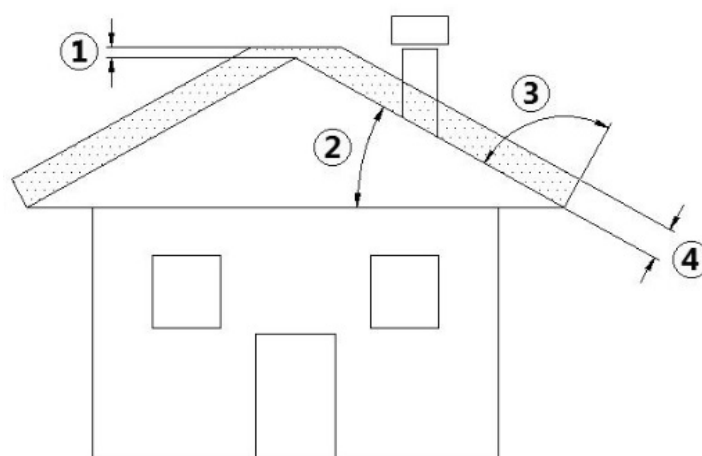

Fig. 3 - Teto inclinado
| LEGENDA | Fig. 3 |
- A altura da abertura na atmosfera deve ser fora da zona de refluxo provocada pela formação do teto e por obstáculos que se encontram nas proximidades (ver **Fig. 3**).